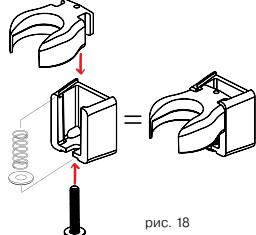

рис. 18
- 5 Соберите вилку нижнего кронштейна с корпусом, используя пружину рис. 18. Вилка нижнего кронштейна должна быть установлена в верхнем положении для обеспечения беспрепятственного прохода нижнего обжимного кольца.